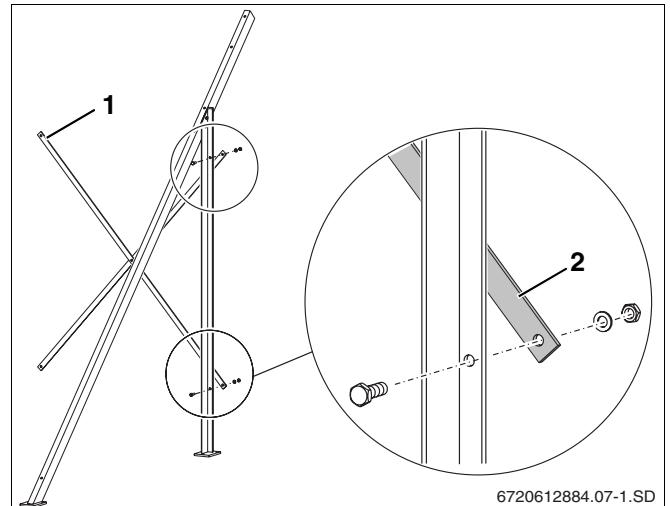

fig. 6 Montar as escoras
- ▶ Aparafusar as duas escoras (fig. 6, **item 1**) para a cruz traseira no centro com o parafuso M8 × 20, a porca e anilha.
- ▶ Montar verticalmente no apoio curto as escoras (fig. 6, **item 2**) previamente montadas, utilizando os parafusos M8 × 20, as porcas e anilhas. Apenas apertar manualmente os parafusos.